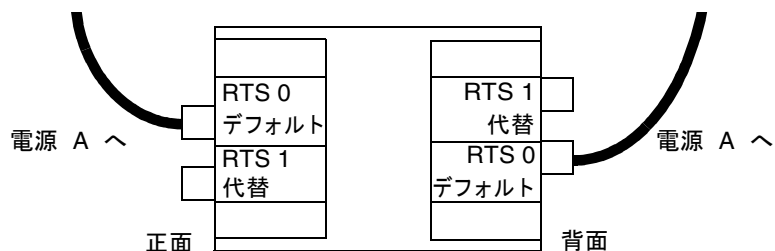

図 3-3 2つのRTUアセンブリおよび1つのAC電源での構成
- 2つのRTUアセンブリおよび1つのAC電源を使用する構成では、システムの正面左側に1本、背面左側に1本の計2本のケーブルを接続します (図3-3)。デフォルトのRTSユニットと同じ電源を使用するコンセントに代替RTSユニットを接続することはできません。信頼性が損なわれることになります。